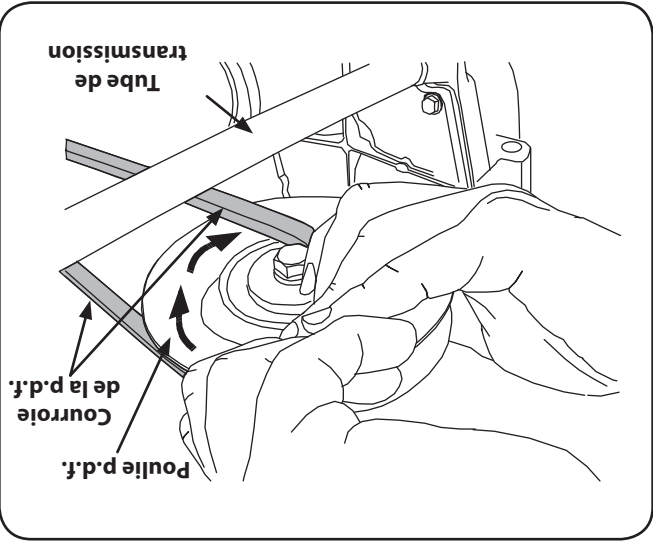

Figure 7-5
11. Tirez le côté droit de la courroie vers l'arrière et placez le côté en V de la courroie dans la gorge avant droite de la poulie de la prise de force. Voir la Figure 7-5.
12. Tenez la courroie et la poulie et faites tourner la poulie vers la gauche (Voir la Figure 7-5). Continuez à tenir et à faire tourner la poulie et la courroie jusqu'à ce que la courroie soit complètement installée sur la poulie de la prise de force.
4. Tenez la courroie et continuez à tourner la poulie de la prise de force jusqu'à ce que la courroie soit complètement dégagée de la poulie. Voir la Figure 7-5.